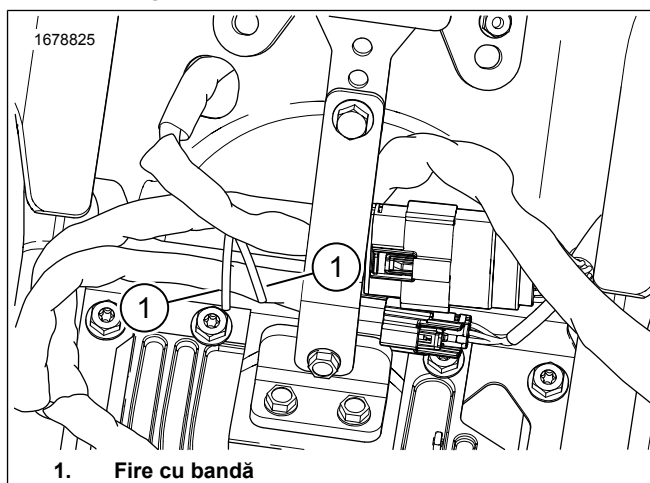

Figura 4. Fire cutie baterie
1. Figura 4 Găsiți firele cu bandă alb/roz și alb/maro în zona cutiei bateriei. Îndepărtați banda de pe fire.